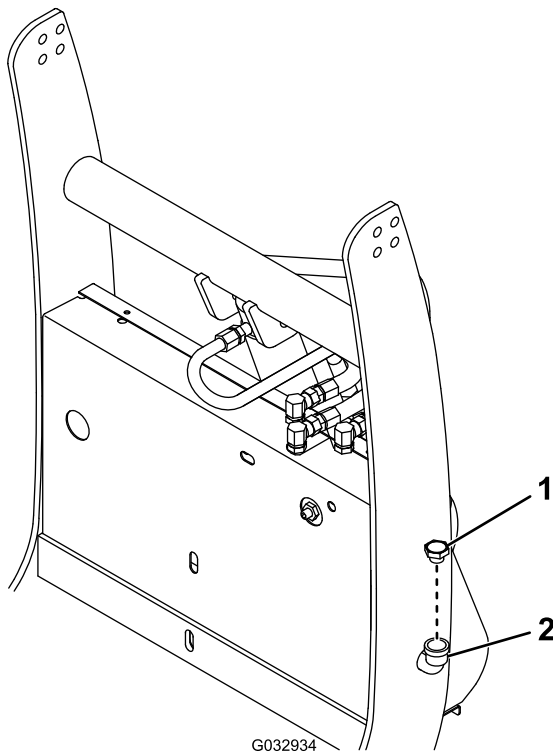

Bild 13
3. Nehmen Sie den Fülldeckel vom Hydraulikbehälter ab (Bild 13).